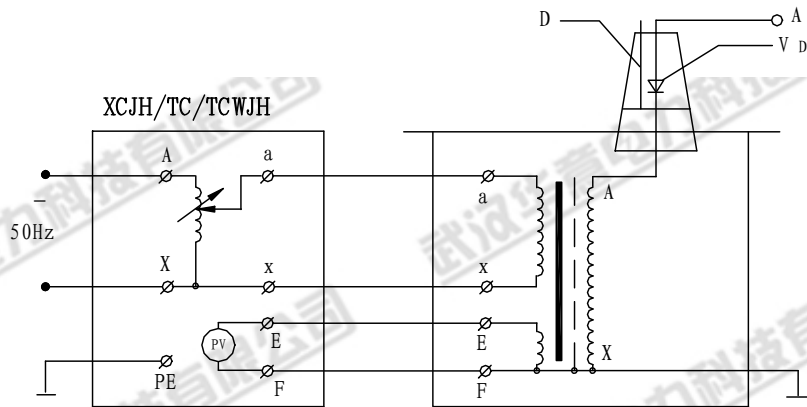

图 4: 单台 TDM (G) 交直流试验变压器原理图
2. 单台 TDM (G) 试验变压器的工作原理图见图 4，图中高压套管中装有高压硅堆，串接在高压回路中作半波整流，以获得直流高电压。当用一短路杆将高压硅堆短接时，可获得工频高电压，作为交流输出状态；取消短路杆时，作为直流输出状态。